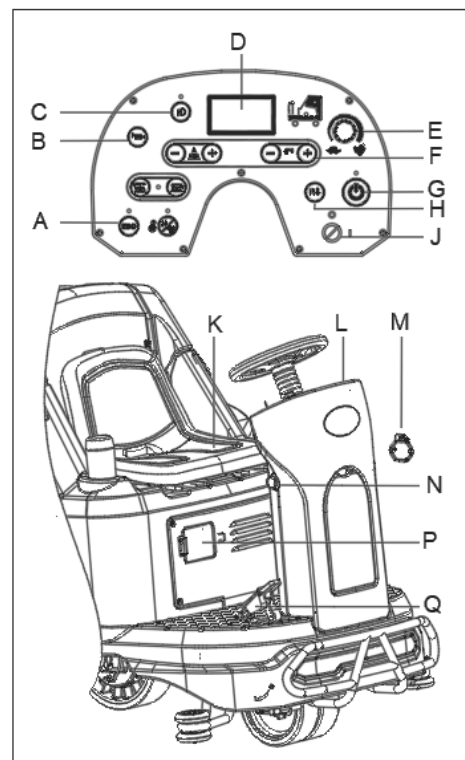

Figura 13
2. Siéntese en el asiento (K figura 13), inserte la llave de encendido (J figura 13) y gírela hasta «I». Compruebe el estado de la batería desde la pantalla de visualización. Si es necesario cargar las baterías (véase el procedimiento en el capítulo Mantenimiento).
La dirección de avance/retroceso se puede controlar con el interruptor (H figura 13). La velocidad de avance se puede ajustar con el regulador (E figura 13).
4. Pulse el botón de arranque (G, figura 13) para poner en marcha la máquina, la boquilla y los cepillos se bajan al suelo automáticamente y el motor de vacío comienza a funcionar.
5. Accione los botones de ajuste de caudal de la solución detergente (F, figura 13) según sus necesidades, en función de la limpieza que se ha de realizar.
6. Pise el pedal del acelerador (Q figura 13) y comience la limpieza.
7. Puede cargar su teléfono o tableta con el puerto de carga USB (M figura 13) cuando la llave de encendido (J figura 13) esté en «I».
8. Presione el botón de bocina (B figura 13) para avisar a las personas cuando sea necesario.
9. De ser necesario, presione el botón de emergencia (N figura 13) para la parada de emergencia de la máquina.
10. De ser necesario, pulse el botón de luces delanteras (C figura 13) para las zonas oscuras o para advertir a los peatones.
11. De ser necesario, ajuste el asiento (K figura 13) girando a la derecha el mango de la derecha del asiento y deslice el asiento a la posición correcta.
El motor del cepillo, el motor de vacío, el motor de tracción y el circuito de control están protegidos por un protector de sobrecarga (P figura 13). Cuando se dispara un protector de sobrecarga, no lo reinicie inmediatamente sin averiguar la raíz del problema, y asegúrese de que el motor se haya enfriado antes de reiniciarlo.
12. Suelte el pedal del acelerador (Q figura 13), la máquina deja de funcionar.
13. Pulse el botón de arranque (G figura 13) para detener los cepillos y aspirar el motor. Los cepillos y la boquilla se levantan del suelo automáticamente. El sistema de aspiración se apaga al cabo de algunos segundos.